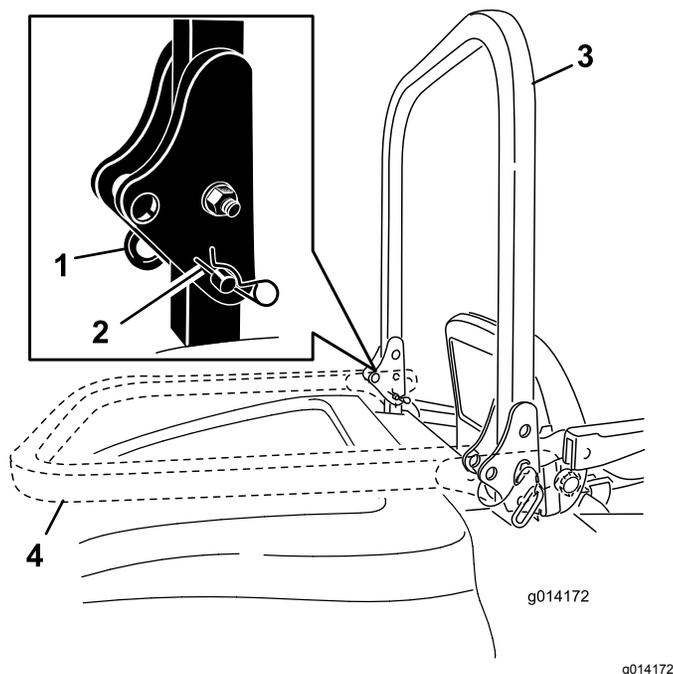

Figura 11
1. Para bajar la barra anti-vuelco, retire los pasadores de horquilla, empuje la barra hacia adelante contra los resortes, y retire los dos pasadores (Figura 11).
2. Coloque la barra antivuelco en la posición de bajada (Figura 11).
3. Instale los dos pasadores y fíjelos con los pasadores de horquilla (Figura 11).
4. Para elevar la barra anti-vuelco, retire los pasadores de horquilla y retire los dos pasadores (Figura 11).
5. Eleve la barra anti-vuelco a la posición vertical, instale los dos pasadores y fíjelos con los pasadores de horquilla (Figura 11).